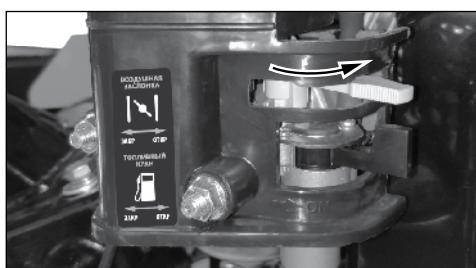

рис. 15
- После запуска и прогрева двигателя переведите воздушную заслонку в положение «ОТКРЫТО» (рис. 15).